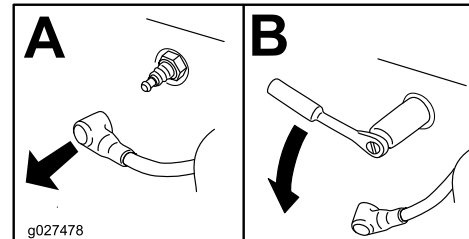

Figure 43
- Déposez la bougie, comme montré à la Figure 43.